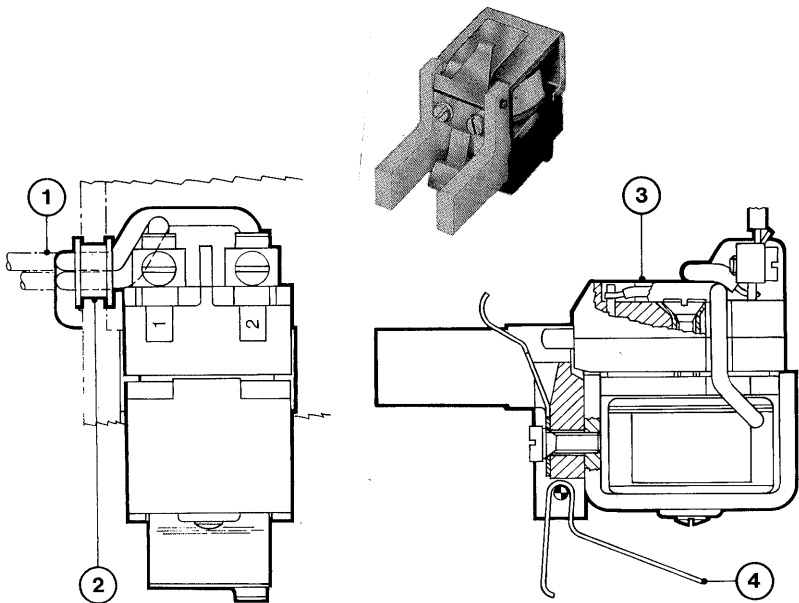

Fig. 13
8.1. Sganciatore di apertura (fig. 13)
- c) infilare i cavetti (1) nel passacavi (2) e collegarli ai morsetti del microinterruttore (3)
- d) rompere il diaframma per l'uscita cavetti sulla fiancata sinistra del coperchio dell'interruttore ed inserirvi il passacavi (2)
- a bobina eccitata l'interruttore si deve aprire interrompendo il circuito elettrico di alimentazione dello sganciatore tramite il microinterruttore di fine corsa (3)